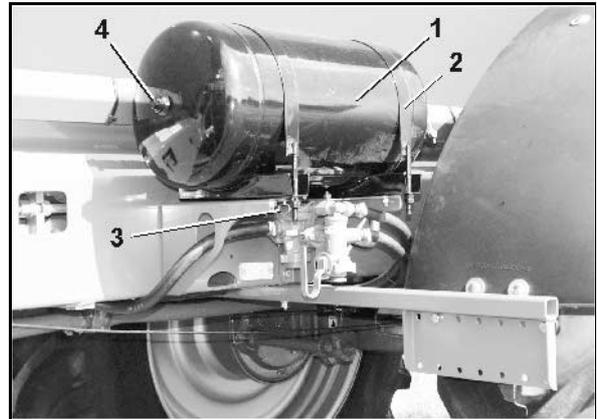

Рис. 91
2. Выкрутите водоспускной клапан (Рис. 91/3) из ресивера и почистите ресивер, если Вы увидите загрязнение.